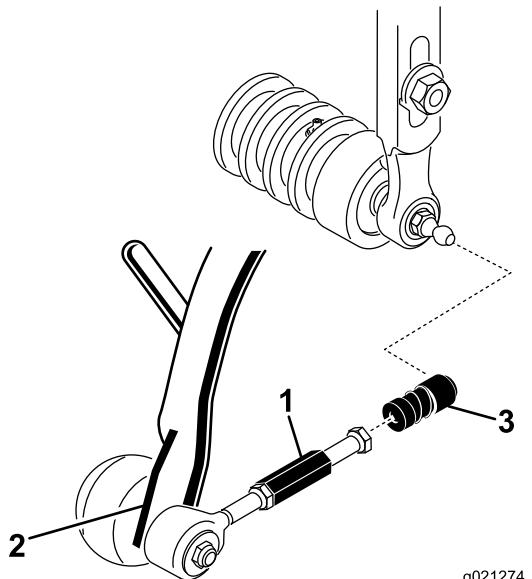

Рисунок 10
- Наденьте втулку на приемную часть каждого шарнира и зацепите приемную часть за шаровой палец режущего блока (Рисунок 10).